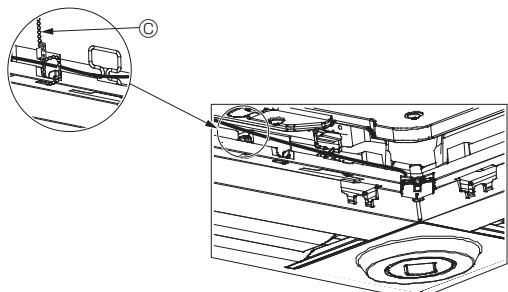

Fig. 10-12
- Fissare i cavi dell'i-see Sensor e del ricevitore di segnale al pannello con il dispositivo di attacco come illustrato nello schema, in modo che non siano allentati, quindi tagliare l'estremità in eccesso del dispositivo di attacco. (Fig. 10-12)
- Se la posizione dell'i-see Sensor è stata cambiata da “○” (E) a “□” (F), modificare le impostazioni della funzione. (Consultare pagina 13).